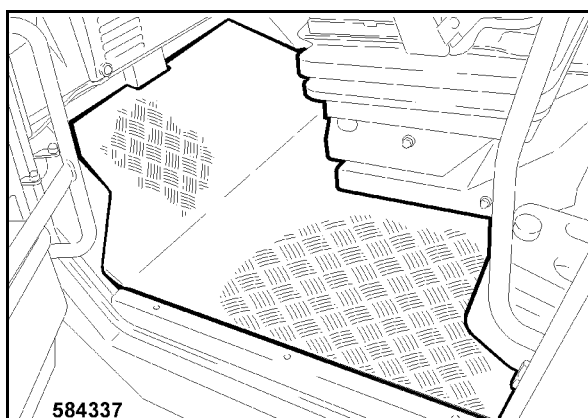

fig. 185
- Poser le tapis de sol 1 (fig. 185).